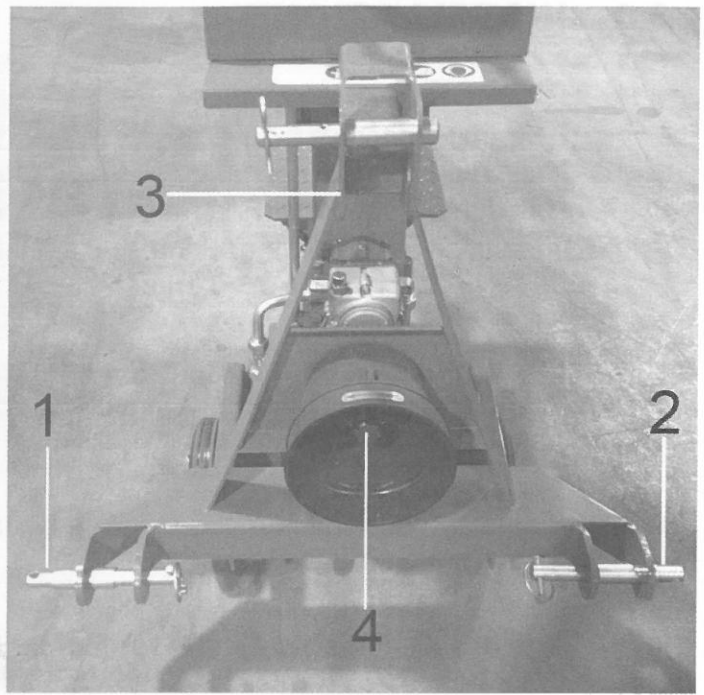

Fig. 6
- ▶ Portare i bracci del sollevatore idraulico del trattore alla stessa altezza dei corrispondenti punti di aggancio sulla macchina (1-2 Fig. 6).
- ▶ Agganciare il terzo punto del trattore alla macchina (3 Fig. 6), inserire l'apposito spinotto e bloccarlo con la relativa spina di sicurezza.
- ▶ Collegare la presa di forza del trattore con quella della macchina (4 Fig. 6) utilizzando un'albero cardanico idoneo e munito di protezioni.